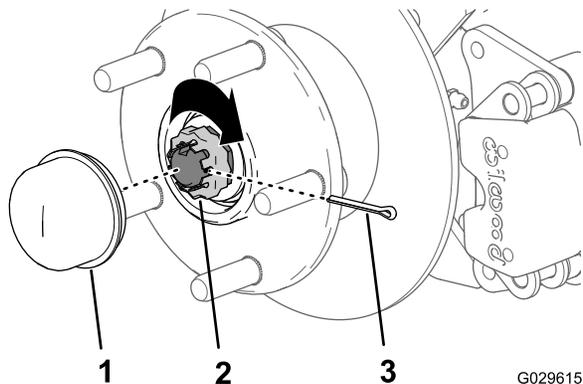

Figure 33
8. Placez le frein d'écrou sur l'écrou et vérifiez que la fente du frein d'écrou et le trou dans la fusée sont alignés et permettent d'insérer la goupille fendue (Figure 33).
9. Insérez la goupille fendue et repliez chaque jambe autour du frein d'écrou (Figure 33).
10. Reposez le capuchon antipoussière sur le moyeu (Figure 33).